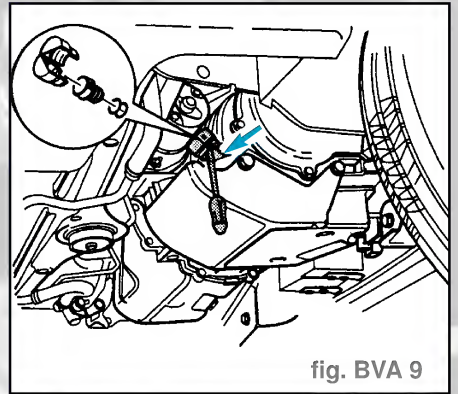

fig. BVA 9
- En faisant levier avec un tournevis, ouvrir le capuchon (fig. BVA 9) servant à bloquer le bouchon d'obturation. Cette opération détruit le centrage du capuchon et c'est pourquoi il faut toujours le remplacer.